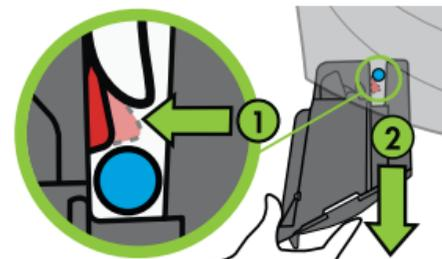

Figure 30
Utilisez votre doigt pour appuyer sur la languette de dégagement afin de désengager le bac DUA de la barre de fixation de la base (1), puis faites glisser le bac DUA vers l'extérieur (2), comme le montre la **Figure 30**.